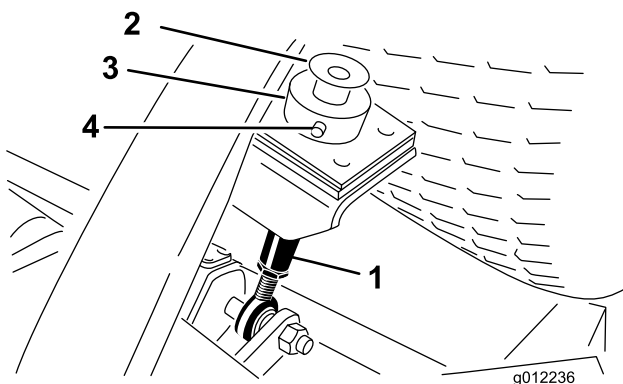

図 23
3. カuttingユニット後部で、刈高ロッドに刈高カラーを固定しているヘアピンとクレビス・ピンを外す(図 23)。刈高カラーを外す。
2. 各刈高ロッドの上部についているボルトとワッシャを外す(図 23)。